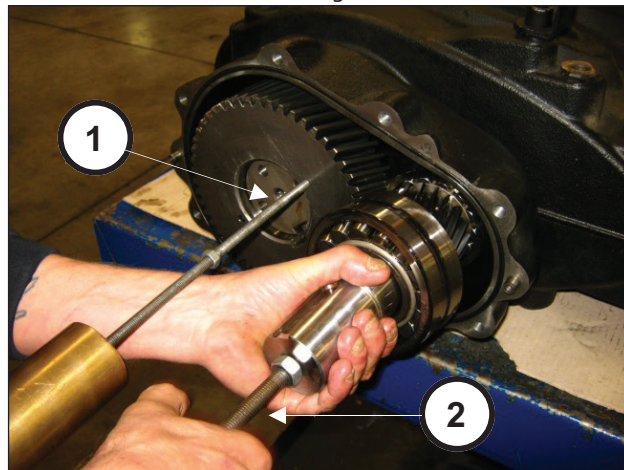

Abb. 12
Zur Entnahme der Gruppe Ritzel + Zahnkranz ist es erforderlich, Schlagwerke an den 2 Bohrungen M8 des Zahnkranzes (Pos. ①, Abb. 12) und an der Bohrung M12 des Ritzels (Pos. ②, Abb. 12) anzubringen.